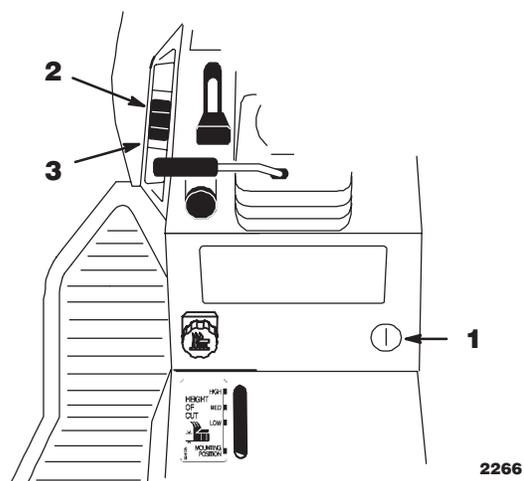

Figure 20
Le relevage hydraulique d'accessoires (en option sur certains modèles) (Fig. 20) s'utilise pour lever et descendre les accessoires.
1. Tourner la clé de contact en position de marche ("RUN", Fig. 20).
2. Pousser le commutateur de relevage du côté "HAUT" (Fig. 20) pour soulever l'accessoire et le maintenir en position relevée.
2. Pousser le commutateur de relevage du côté "BAS" (Fig. 20) pour descendre l'accessoire.